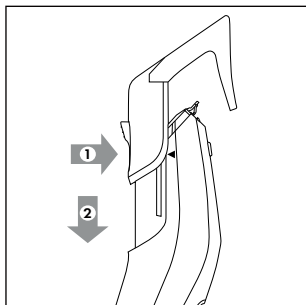

Fig. 2
- ▶ Non usare mai l'apparecchio con un inserto pettine ⑩/⑪ difettoso o rotto. La mancanza di denti nell'inserto pettine ⑩/⑪ potrebbe dare luogo a lesioni.
- ▶ Prima di inserire o togliere un inserto pettine ⑩/⑪, spegnere l'apparecchio.
- ◆ Per applicare l'inserto pettine ⑩/⑪ premerlo sotto la testina di taglio ① sull'apparecchio. Fare attenzione alle guide ③ laterali a sinistra e a destra. Spingere l'inserto pettine ⑩/⑪ lungo le guide ③ verso il basso (vedere fig. 2). Contemporaneamente mantenere premuto il pulsante del lato posteriore dell'inserto pettine ⑩/⑪.